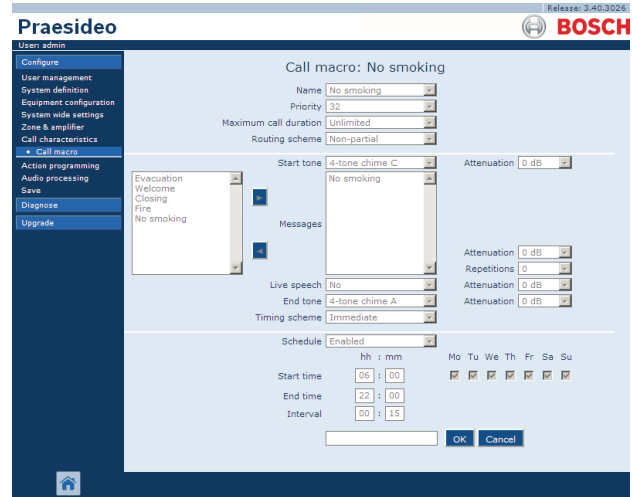

figura 47.3: Agregar macro de llamada, paso 2
- 2 Haga clic en el botón *Add* para agregar una nueva macro de llamada. Aparece una pantalla similar a la mostrada en figura 47.3 en el cuadro principal de la interfaz Web.